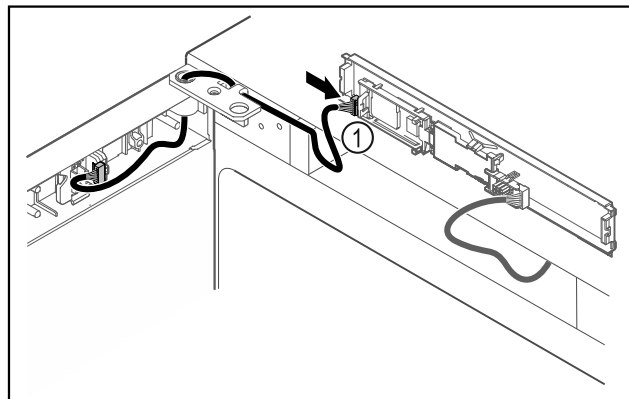

Fig. 44
- ▶ Připojte zástrčku Fig. 44 (1) na desku.